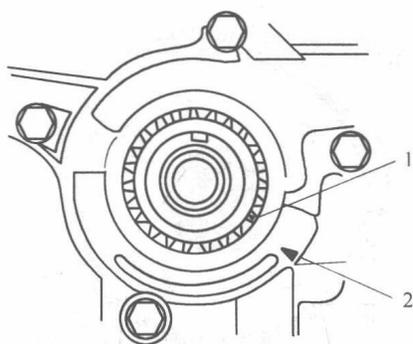

图 1-1-26
(1) 将曲轴置于上止点 (TDC)。将曲轴链轮上的 TDC 标记 1 与机油泵上的指针 2 对齐, 如图 1-1-26 所示。
(2) 将 5mm 直径销 1 插入凸轮轴保养